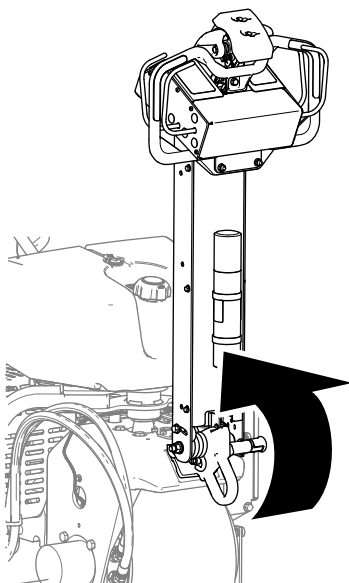

Bild 65
1. Heben Sie den Lenker vollständig an, um die Feststellbremse zu aktivieren (Bild 65).